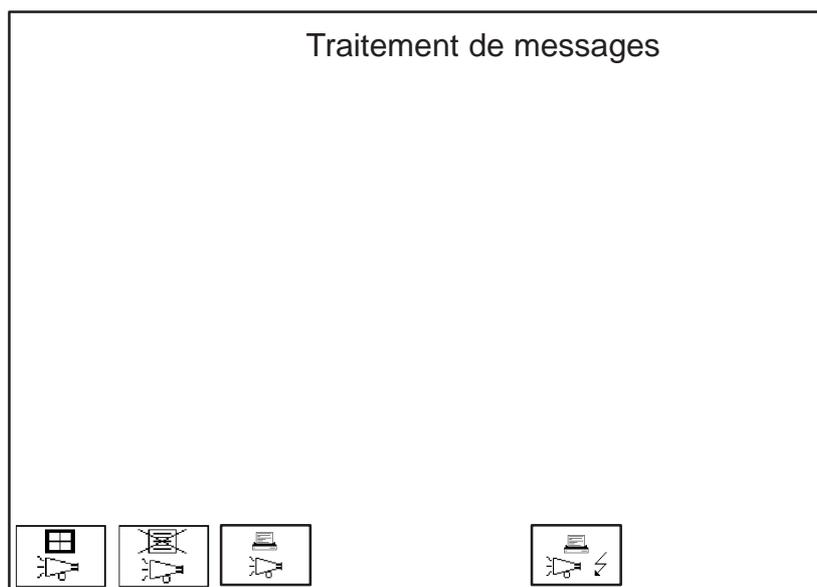

Figure 6-5 Image standard *Traitement des messages* (exemple : OP37)
**Objectif** L'image standard *Traitement des messages* contient la configuration des fonctions dont vous avez besoin pour consulter et effacer des messages (figure 6-5).